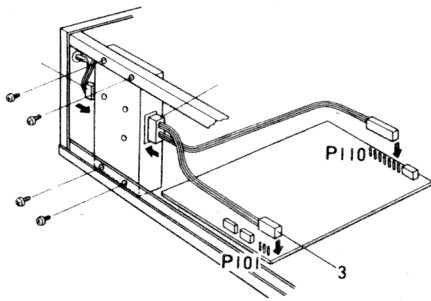

Fig. 8-1 Einbau des Panorama-Adapters
8.3 Einbau des BS-5/BS-8 (siehe Fig. 8-1)
1. Gehäuse-Ober- und Unterteil abnehmen. Den Panorama-Adapter gemäß Fig. 8-1 unter Verwendung der vier mitgelieferten Schrauben am Chassis befestigen.